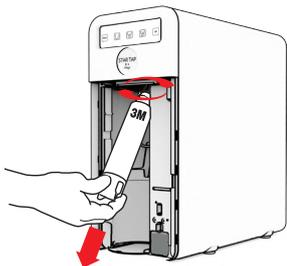

Fig. 3-29
**41.4** - Rimuovere il filtro dalla testata, ruotandolo in senso antiorario fino a raggiungere il punto di sblocco. Tirare il filtro verso il basso per estrarlo, nel caso non si dovesse sfilare ripetere l'operazione descritta precedentemente, vedi Fig. 3-29